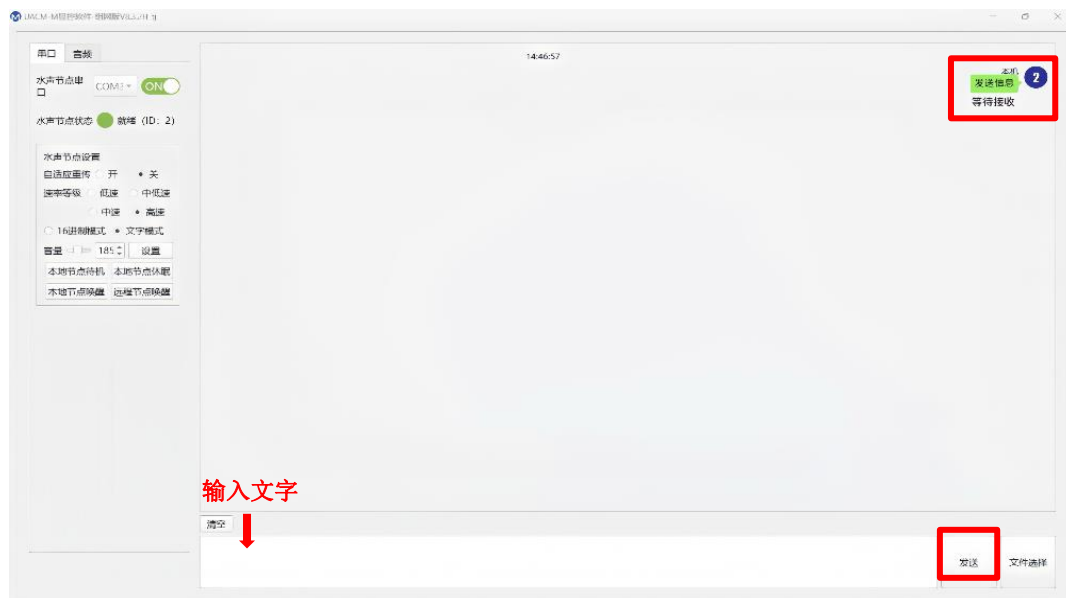

图 13 发送成功显示
1) 发送信息：在右下方文字输入框内输入文字，点击“发送”按钮，发送成功会在文字下方显示“等待接收”，示例见图 13：